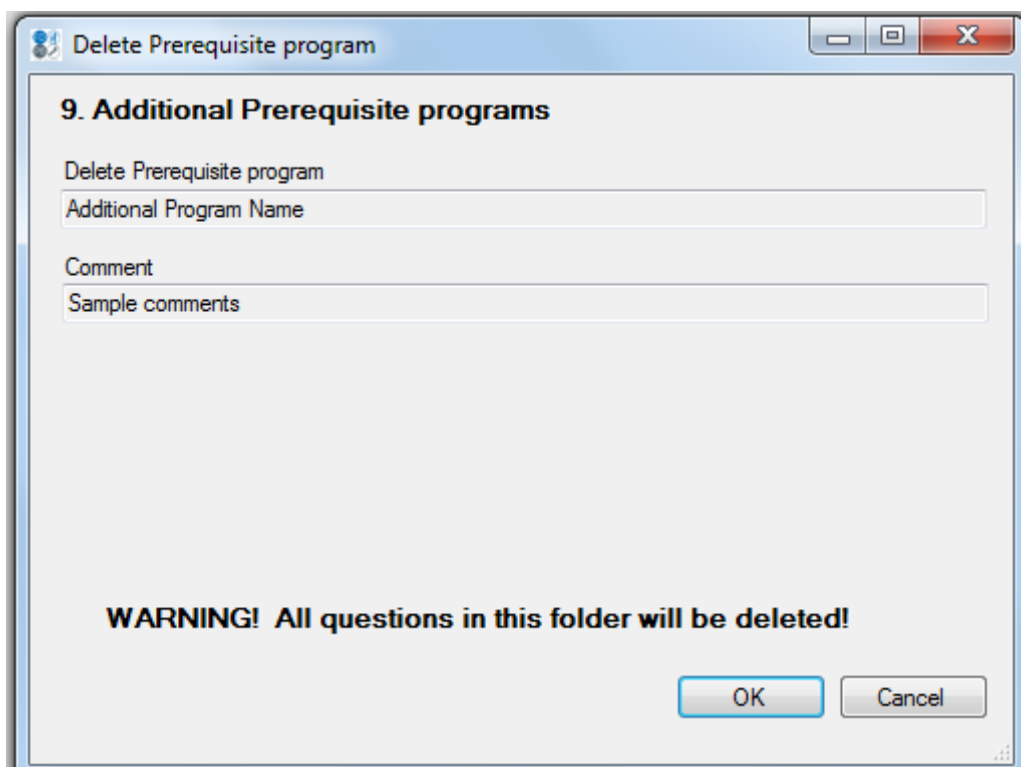
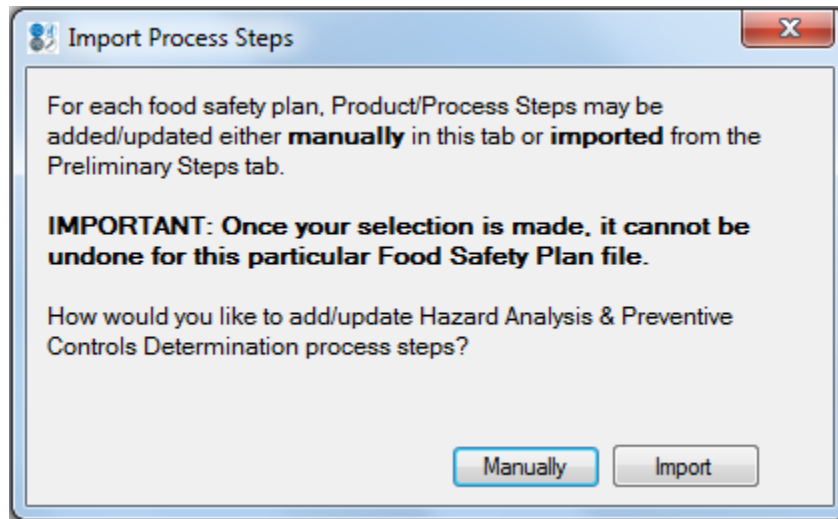

図36: 追加の前提条件プログラムの削除の確認
図37: プロセス手順インポートの選択肢
- b) “Import Process/Product Names . . . Preliminary Steps tab (“事前準備ステップ”タブからプロセス／製品名および関連のプロセス手順をインポートする(図36)”を選択する。事前準備ステップタブからのプロセス手順が、各プロセス手順に関して回答すべき質問と共に表示される(図37)。注: フロー図のプロセス手順に変更を加える場合は、Preliminary Steps (事前準備)に戻る必要がある。これらの変更を “Hazard Analysis and Preventive Controls Determination (危害分析および予防管理の決定)”に反映させたい場合、再び “Import Process/Product Names and associated Process Steps (プロセス／製品名および関連のプロセス手順をインポートする)”を選択する。